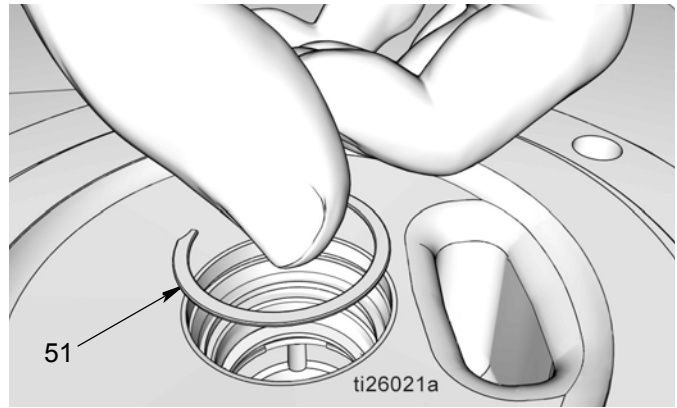

FIG. 35
- f. Mettre l'anneau de retenue (51) (FIG. 35). Un « clic » doit retentir lorsque l'anneau de retenue arrive en appui dans la gorge.
- g. Mettre l'entretoise (12) (FIG. 35).